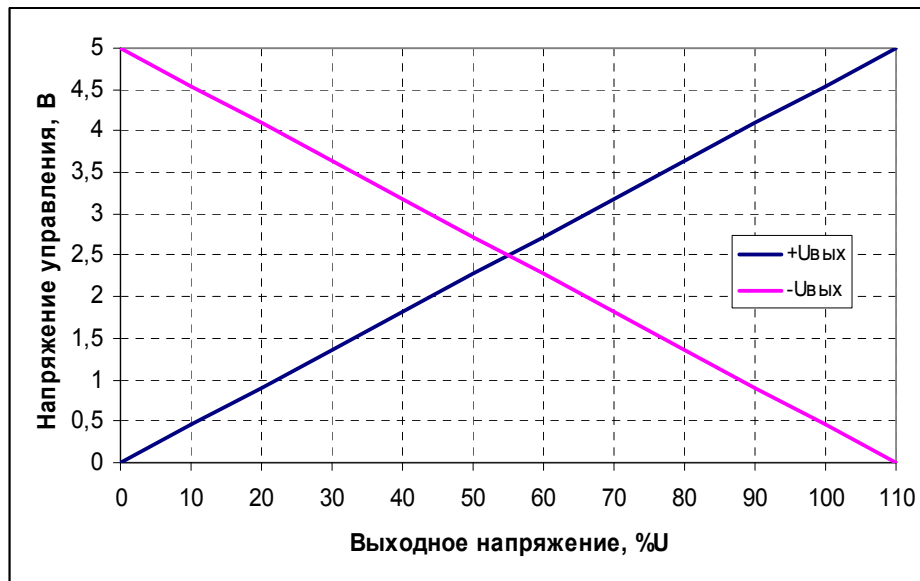

Рис. 2 Графики соответствия выходного напряжения напряжению управления.
Для задания выходного напряжения служит контакт 6 разъема управления. Сопротивление этого входа 1,1МОм относительно GND для моделей с положительной полярностью выходного напряжения и 1,1МОм относительно +5В вывода опорного напряжения для моделей с отрицательной полярностью выходного напряжения. Задать напряжение на контакт 6 можно либо при помощи потенциометра, включенного между контактом опорного напряжения (7) и землей (5), либо подавая внешнее напряжение. Соответствие выходного напряжения напряжению управления можно оценить по графикам, приведенным на рис. 2.